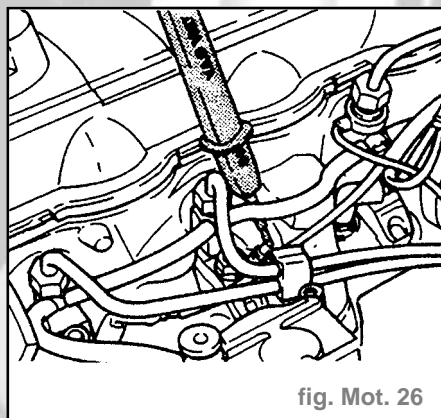

fig. Mot. 26
- Raccorder la lampe-témoin à diodes **V.A.G 1527** au pôle positif de la batterie, puis successivement à chaque bougie de préchauffage (fig. Mot. 26).